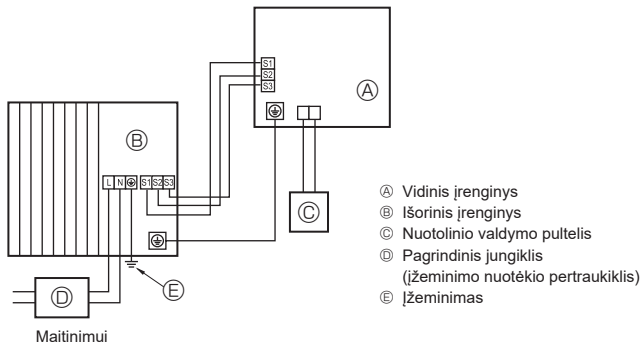
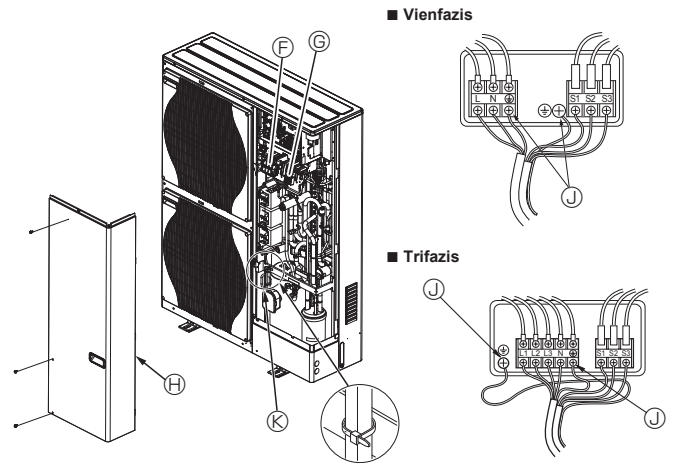

Fig. 5-1
Fig. 5-2
### 5.1. Išorinis įrenginys (Fig. 5-1, Fig. 5-2)
- ① Nuimkite techninės priežiūros skydelį.
- ② Prijunkite laidus pagal Fig. 5-1 ir Fig. 5-2.